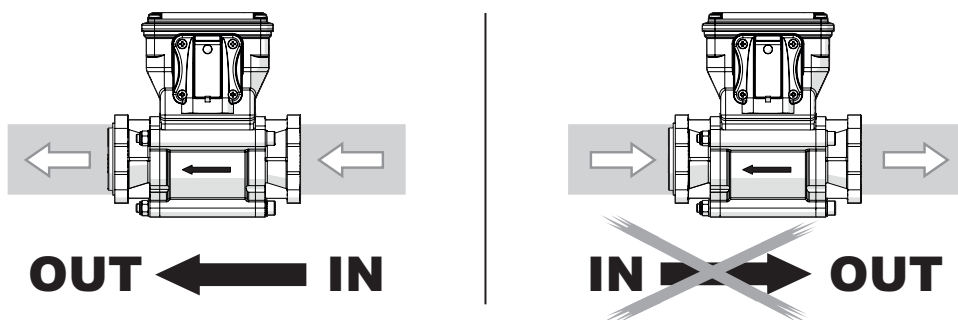

Abb. 6
- Halten Sie die korrekte Ein-/Auslaufrichtung der Flüssigkeit ein, die vom am Gehäuse des Durchflussmessers eingepprägten Pfeil angegeben wird (Abb. 6).